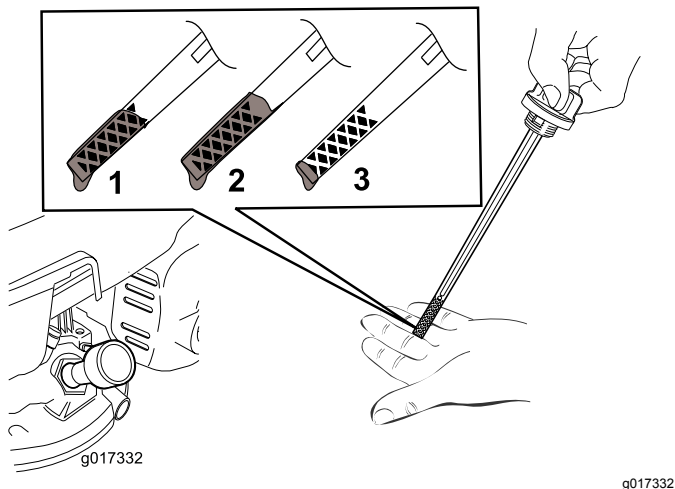

图11
5. 要确定量油尺上的机油油位是否合适请参阅 图11)。
**注意** 向发动机曲轴箱添加机油直到量油尺显示机油油位达到 图11 中所示的正确位置。如果发动机加注机油过多则需要按照“更换机油”一节的说明去除多余机油。